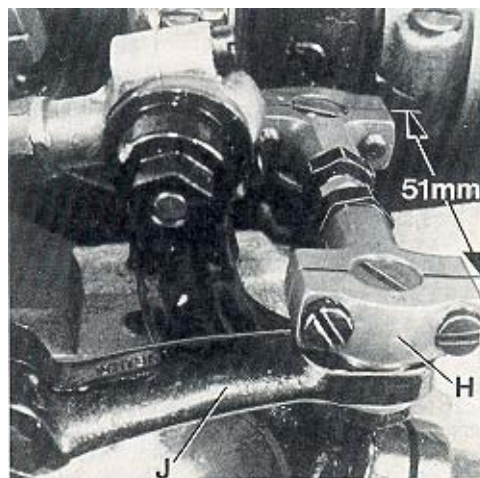
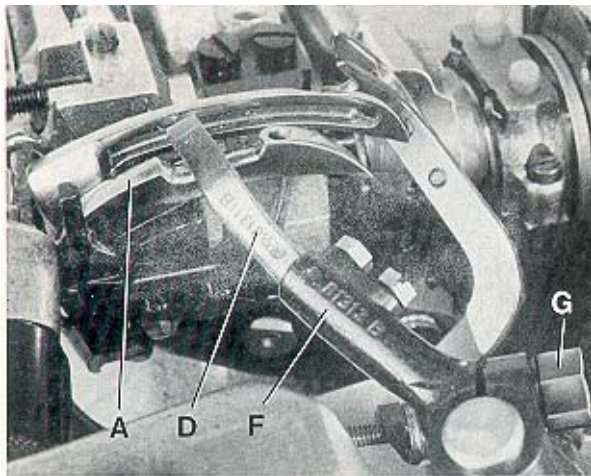
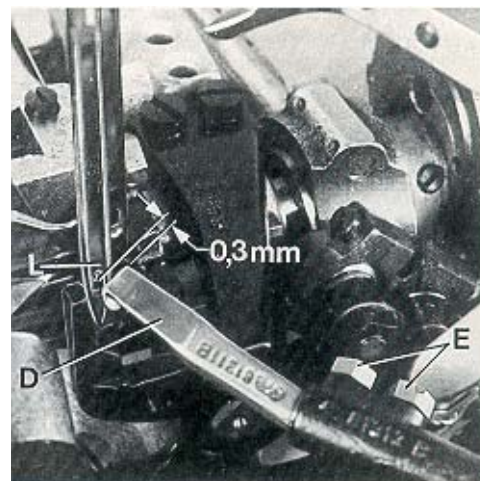

Fig.13
Fig.14
Fig.15
The distance (set at the factory) from center to center of the two ball joints driving the cross looper should be 51 mm (2") (see Fig. 13).
Basically the front ball joint (H, Fig. 13) should be positioned as far as it will go to the left in the fastening slot of the cross looper drive lever (J).
When rotating the handwheel in operating direction cross looper (D, Fig. 14) should swing as close as possible in the recess behind the eye over the double locked stitch looper (A) without contacting it.
At the left end of its swing motion cross looper (D, Fig. 15) must be positioned so that the left needle (L) securely stitches into the thread loop hanging around the hook of cross looper (D). In front of the left needle the cross looper should pass in a distance of 0.3 mm (.012") (see Fig. 15).
Der Abstand (im Werk eingestellt) von Mitte zu Mitte zwischen den beiden Kugelgelenken zum Antrieb des Quergreifers muß 51 mm betragen (siehe Fig. 13).
Standardmäßig soll das vordere Kugelgelenk (H, Fig. 13) so weit wie möglich nach links im Befestigungslangloch des Quergreifer-Antriebhebels (J) gestellt werden.
Beim Drehen des Handrades in Nährichtung soll der Quergreifer (D, Fig. 14) so dicht wie möglich in der Aussparung hinter dem Öhr über den Doppelkettenstichgreifer (A) schwenken, ohne diesen zu berühren.
Am linken Ende seiner Schwenkbewegung muß der Quergreifer (D, Fig. 15) so stehen, daß die linke Nadel (L) sicher in die um den Haken des Quergreifers (D) hängende Fadenschleife einsteht. Vor der linken Nadel soll der Quergreifer in einem Abstand von 0,3 mm vorbeischnellen (siehe Fig. 15).
After loosening the two screws (E, Fig. 15) the 0.3 mm (.012") distance to the left needle is adjustable. Retighten screws on the flat of the cross looper shank. After loosening clamp screw (G, Fig. 14) cross looper lever (F) can be raised or lowered for setting the height of cross looper (D) with respect to the double locked stitch looper (A) and it can be tilted to the right or left for adjusting the swing motion of the cross looper with respect to the left needle. Retighten clamp screw. If required the length of the path of the cross looper swing motion can be reduced by positioning ball joint (H, Fig. 13) to the right in the fastening slot of the cross looper drive lever (J).
Nach Lösen der beiden Schrauben (E, Fig. 15) kann der 0,3 mm Abstand zur linken Nadel eingestellt werden. Ziehen Sie die Schrauben wieder auf der Befestigungsfläche des Quergreifers fest. Nach Lösen der Klemmschraube (G, Fig. 14) kann der Quergreiferhebel (F) nach oben oder unten verschoben werden, um die Höhe des Quergreifers (D) zum Doppelkettenstichgreifer (A) einzustellen und nach rechts oder links geschwenkt werden, um die Schwenkbewegung des Quergreifers in Bezug zur linken Nadel einzustellen. Ziehen Sie die Klemmschraube wieder fest. Bei Bedarf kann der Schwenkweg des Quergreifers durch Versetzen des Kugelgelenks (H, Fig. 13) im Befestigungslangloch des Quergreifer-Antriebhebels (J) nach rechts verkleinert werden.